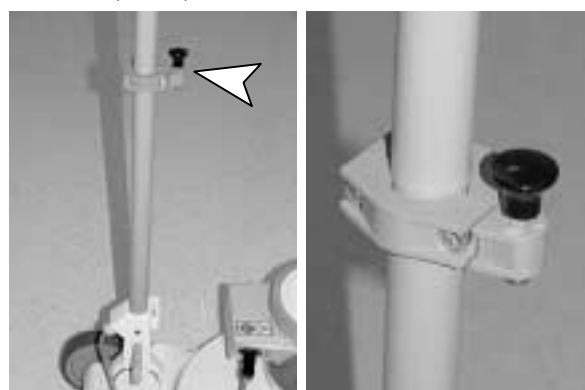

BILD. 2
1. Fäst vätsketankens stödarm som visas. Vrid inte åt skruven än. Det behövs en 5mm nyckel för insexhål (bild 2).